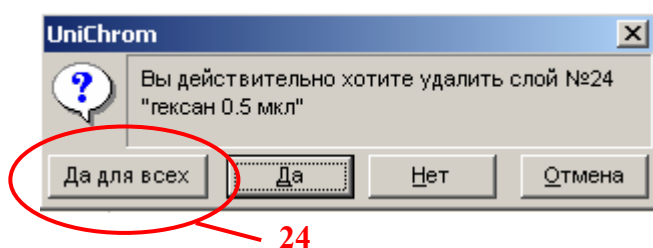

Рис. 39. Подтверждение удаления выделенных слоёв.
- Появится окно с вопросом о подтверждении удаления выделенных слоёв (см. Рис. 39).